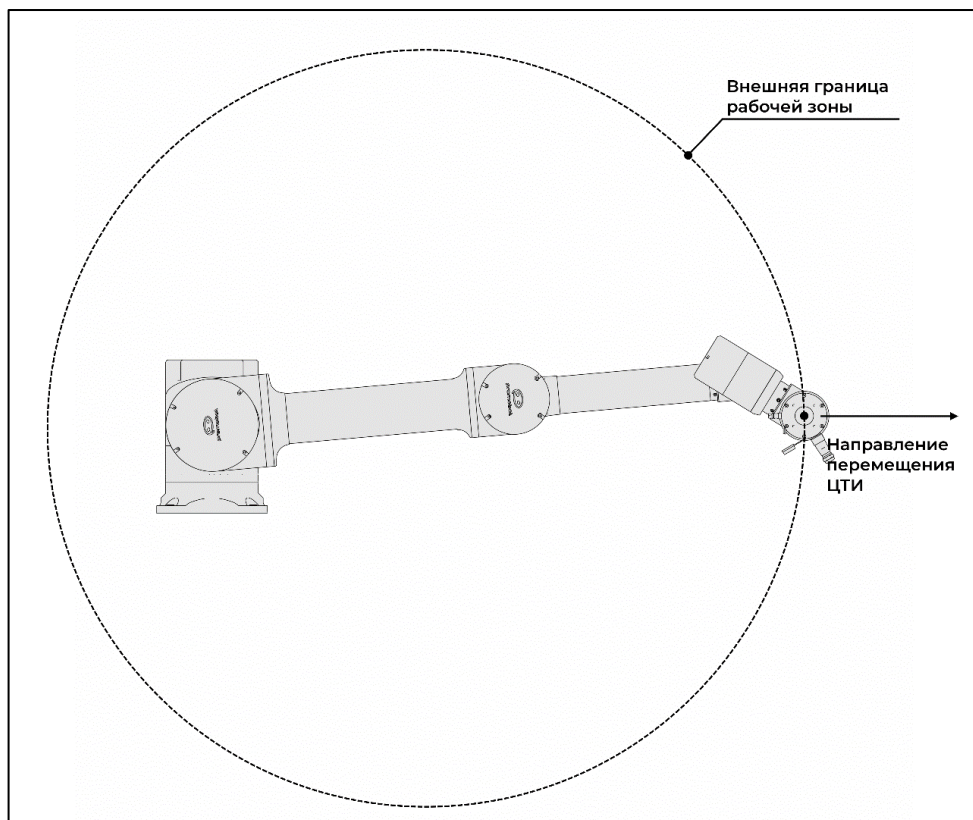

Рисунок I-31 – Сингулярность внешней границы рабочей зоны
- сингулярность внешней границы рабочей зоны (см. Рисунок I-31) – возникает при работе вблизи предельного вылета манипулятора;